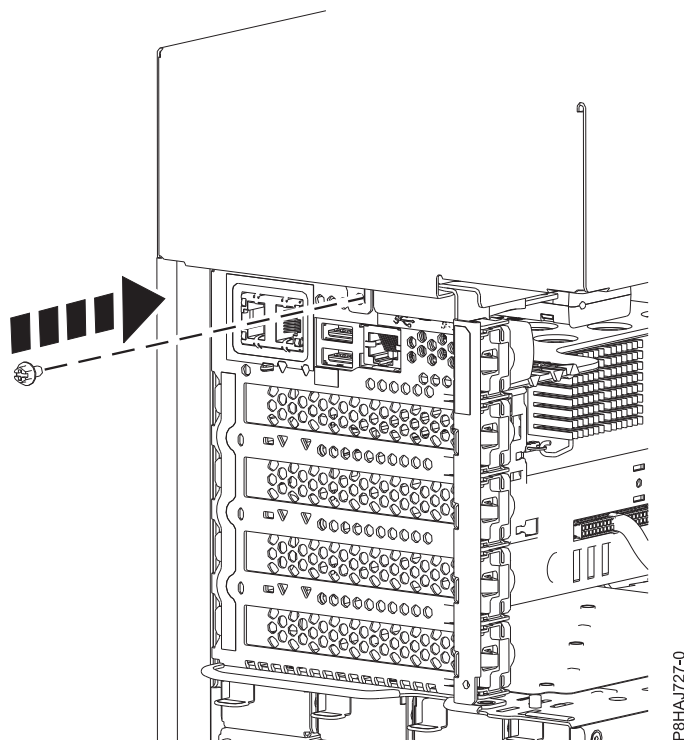

図 26. 8286-41A サイド・カバーねじの取り付け
5. プラスのねじ回しを使用して、サイド・カバー後部ねじを取り付けます (47 ページの図 26 を参照)。